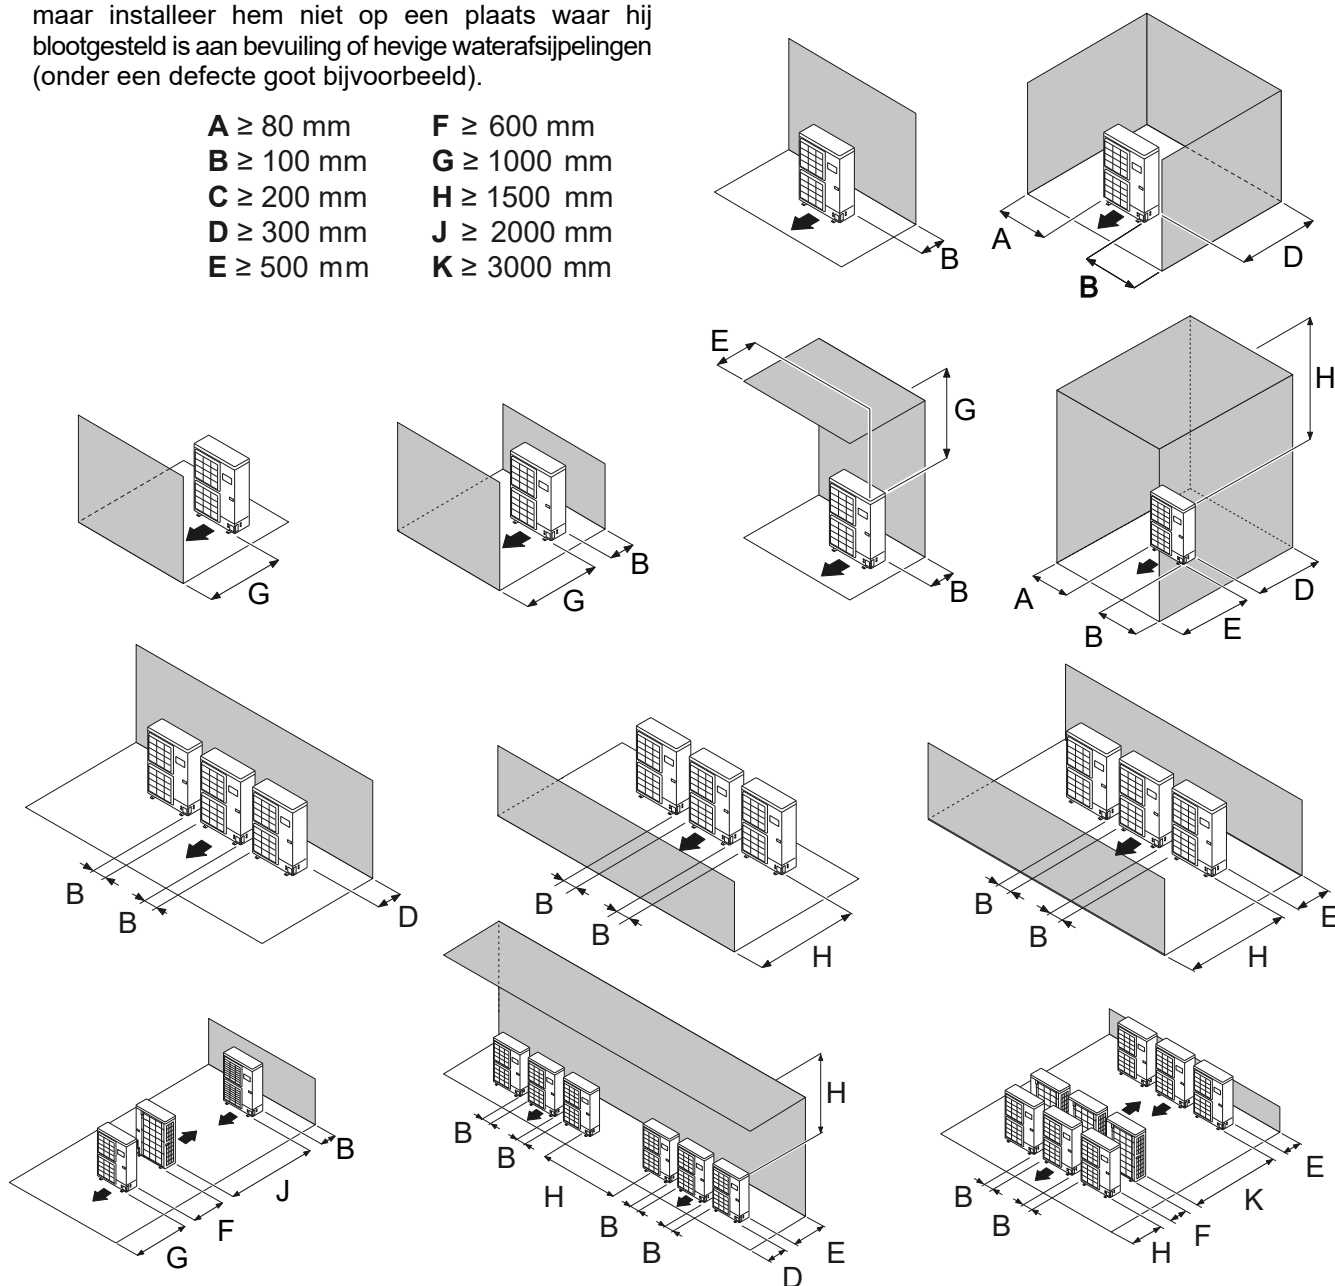

fig. 13 - Minimale installatieruimte rond de buitenunit (alle modellen)
- De unit moet perfect bereikbaar zijn voor de installatiewerken en de onderhoudswerken achteraf (fig. 13).
- De luchtcirculatie door de verdamper en aan de uitgang van de ventilator mag niet belemmerd worden door hindernissen (fig. 13).